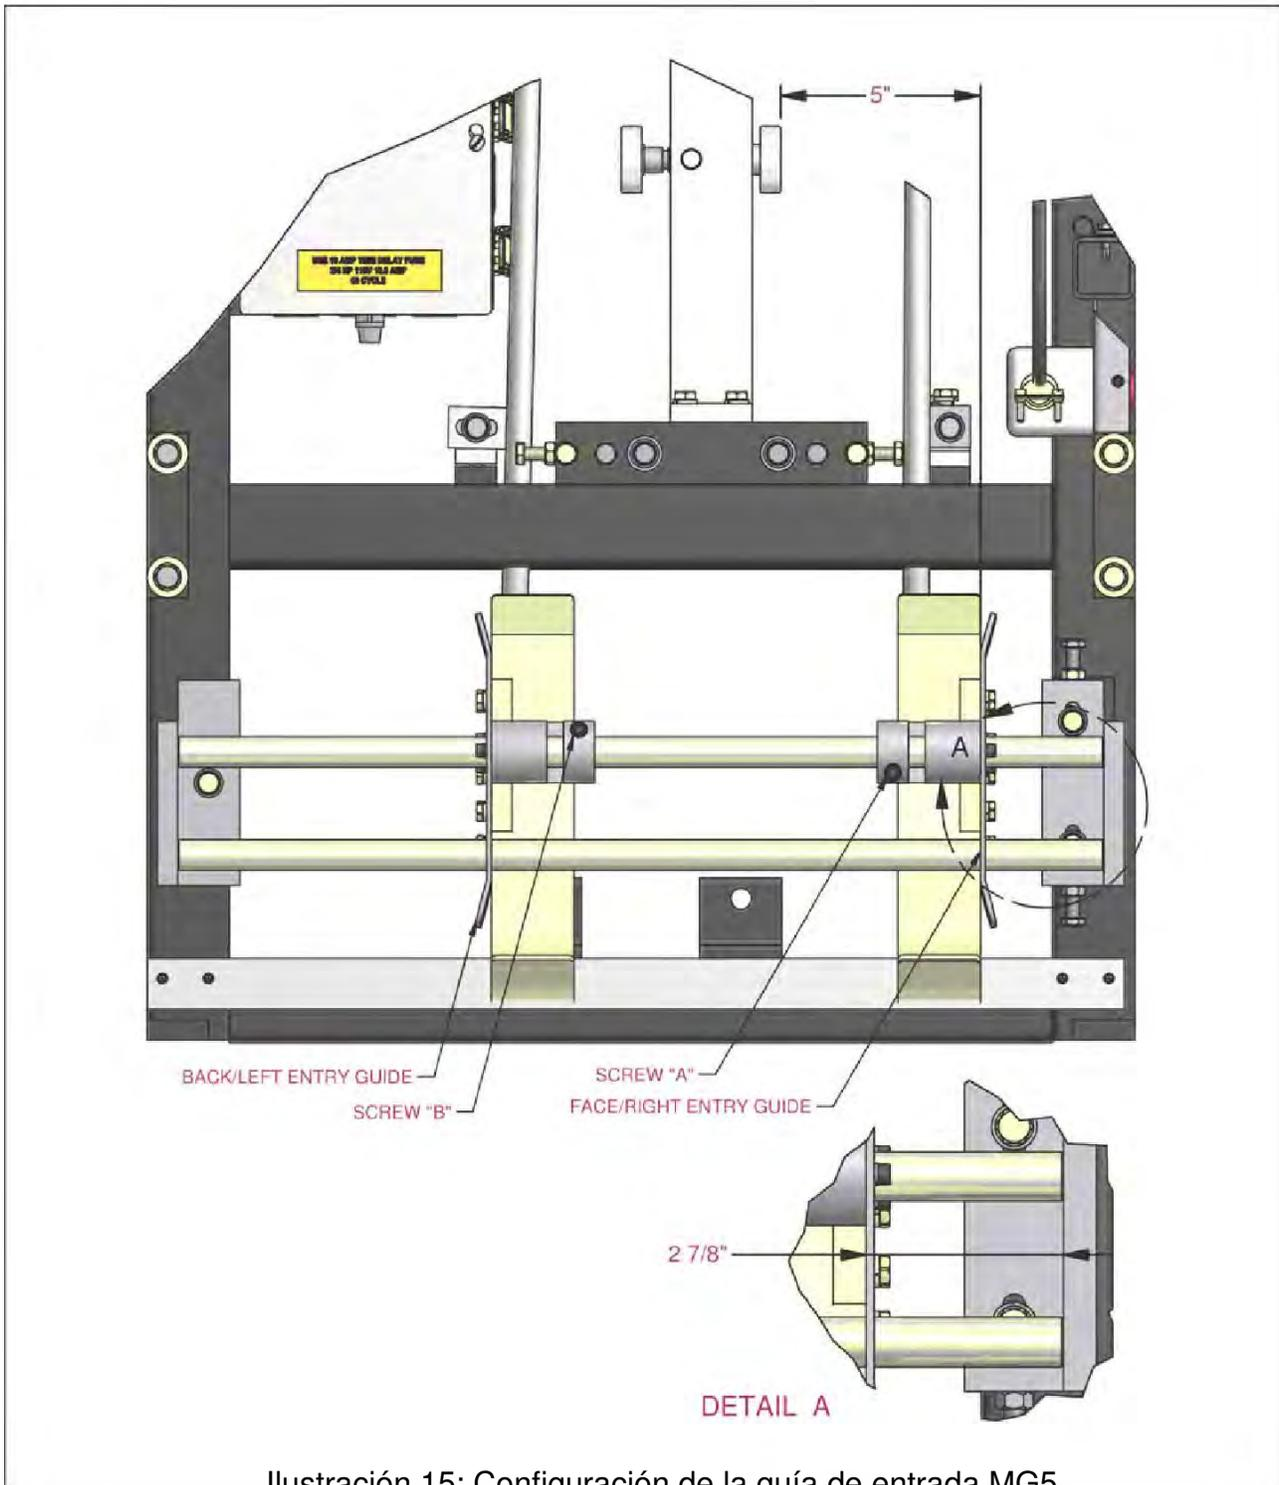
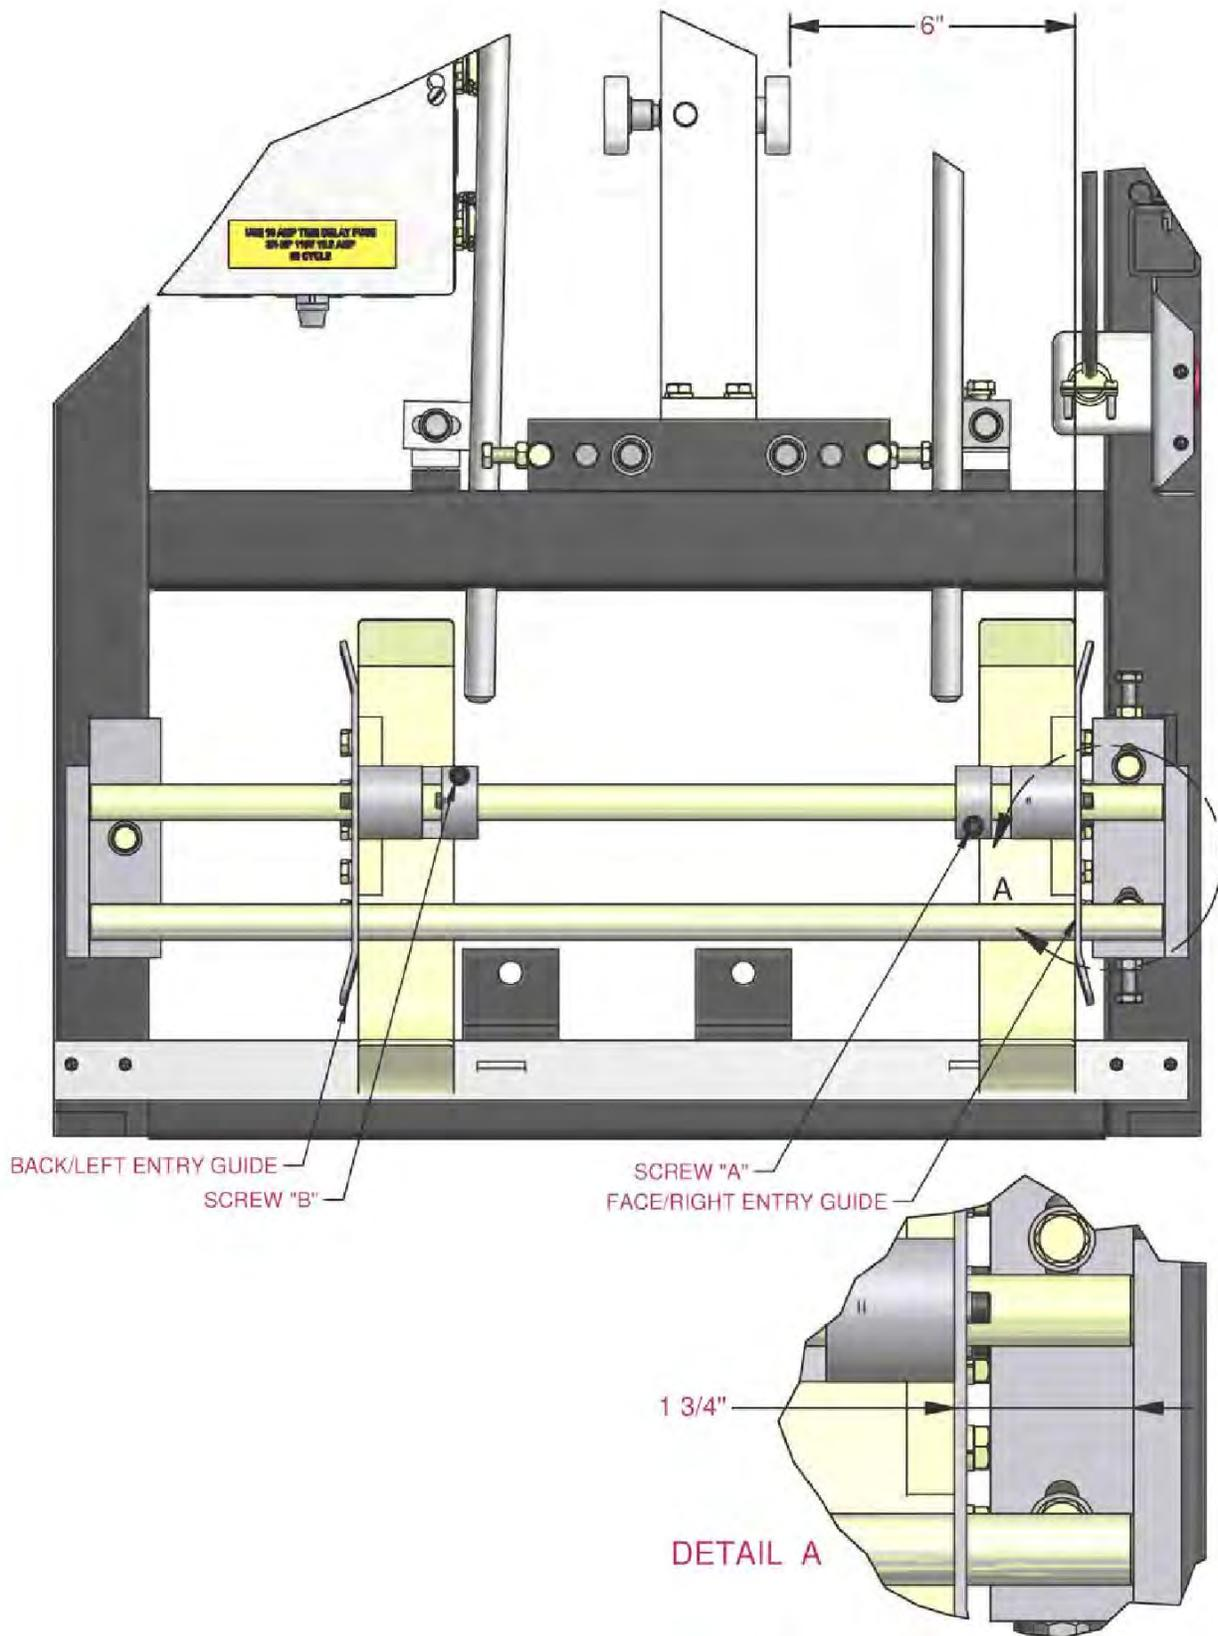
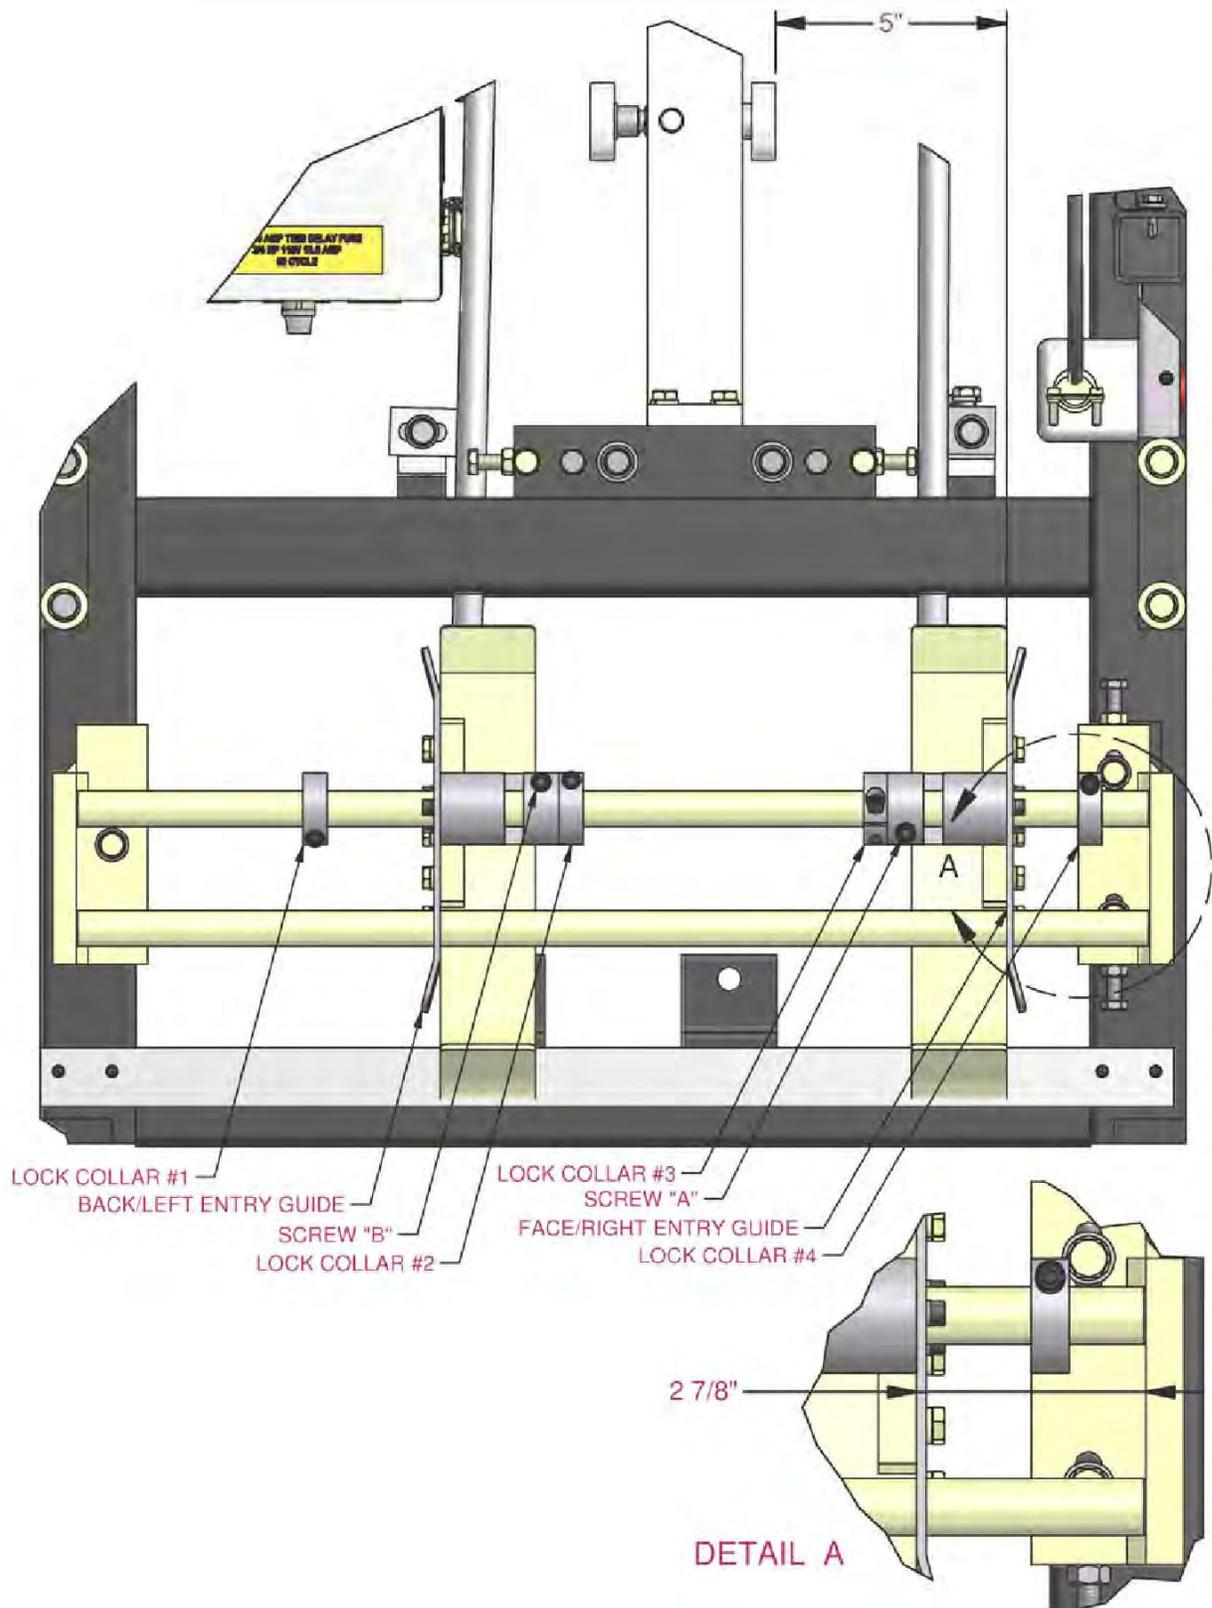
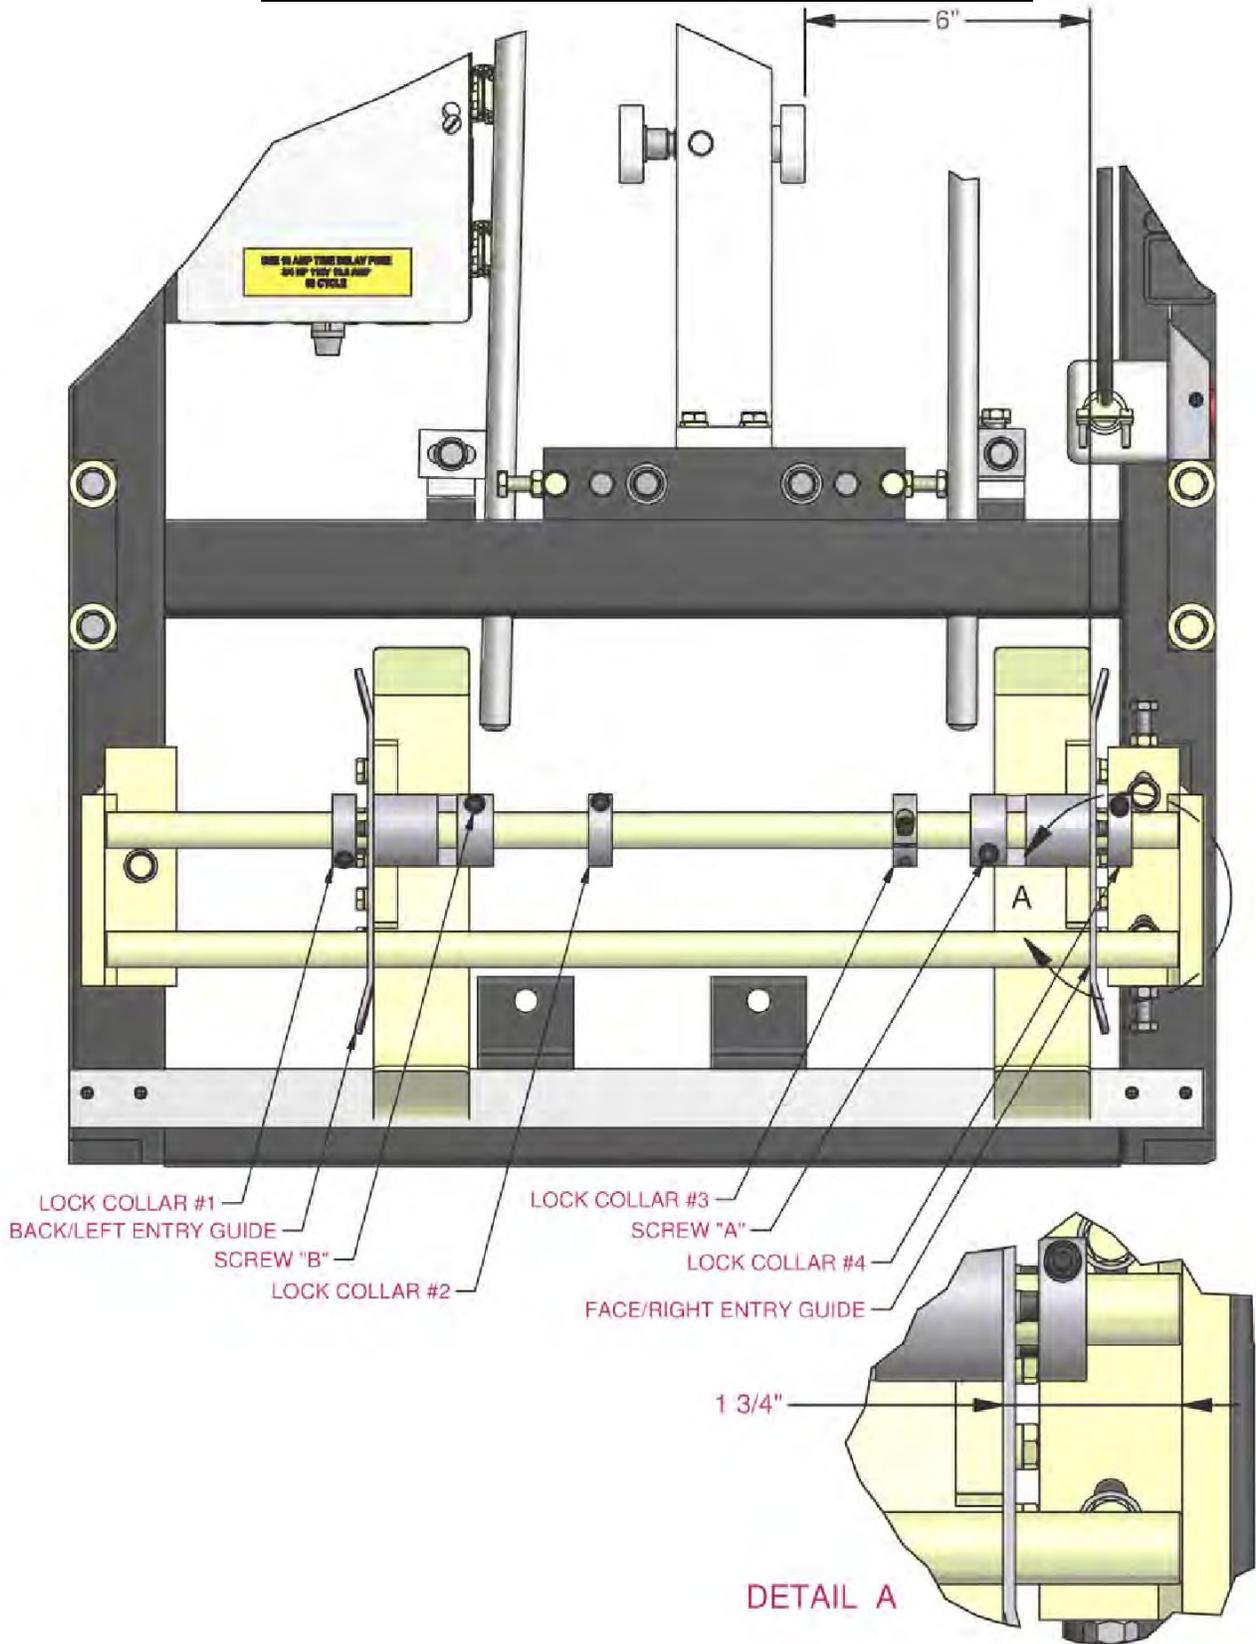

Ilustración 15: Configuración de la guía de entrada MG5.
Ilustración 16: Configuración de la guía de entrada MG6.
Ilustración 17: Configuración de la guía de entrada M56 para 5".
Ilustración 18: Configuración de la guía de entrada M56 para 6".
(Ilustración 15 - Ilustración 18).
- Antes de mover la guía de entrada frontal/derecha, mida la distancia entre la guía de entrada frontal/derecha y el soporte de la guía de entrada que se muestra como de 2 7/8" en la Ilustración 15 para el MG5 y 1 3/4" en la Ilustración 16 para el MG6. Esto le dará un punto de referencia desde el cual iniciar y un punto de retorno si la guía se mueve en la dirección equivocada.
Los aros de parada no se deben mover a menos que se deba aumentar o disminuir el borde. Antes de mover los aros de parada, mida la distancia entre la guía de entrada frontal/derecha y el soporte de la guía de entrada, mostrado como 2 7/8" para la posición de 5" en la Ilustración 15 y la Ilustración 17, así como, 1 3/4" para la posición de 6" en la Ilustración 16 y la Ilustración 18. Esto le dará un punto de referencia desde el cual iniciar y un punto de retorno si la guía se mueve en la dirección equivocada.